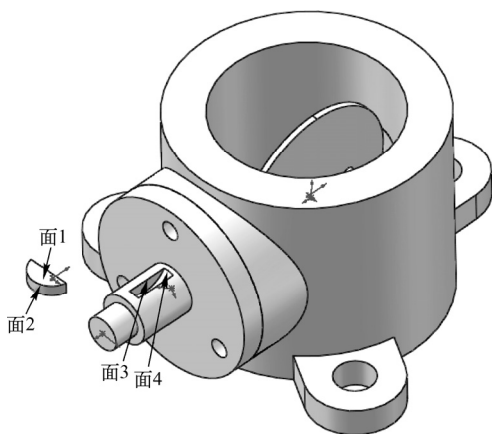
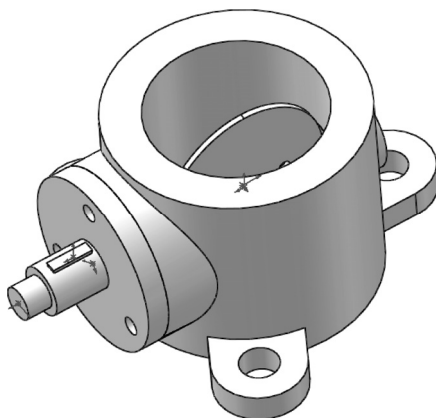

图 11-83 插入“键”到装配体
图 11-84 配合后的图形 4
❶ 插入键。选择菜单栏中的“插入”→“零部件”→“现有零件/装配体”命令，或单击“装配体”控制面板中的“插入零部件”按钮，在弹出的“打开”对话框中选择“键”，将其插入到装配界面中，如图 11-83 所示。
❷ 添加装配关系。单击“装配体”控制面板中的“配合”按钮，选择图 11-83 中的面 2 和面 4，添加“同轴心”关系；选择图 11-83 中的面 1 和面 3，添加“重合”关系；选择轴的前视基准面和键的上视基准面，添加“平行”关系；单击“确定”按钮，完成键的装配，如图 11-84 所示。